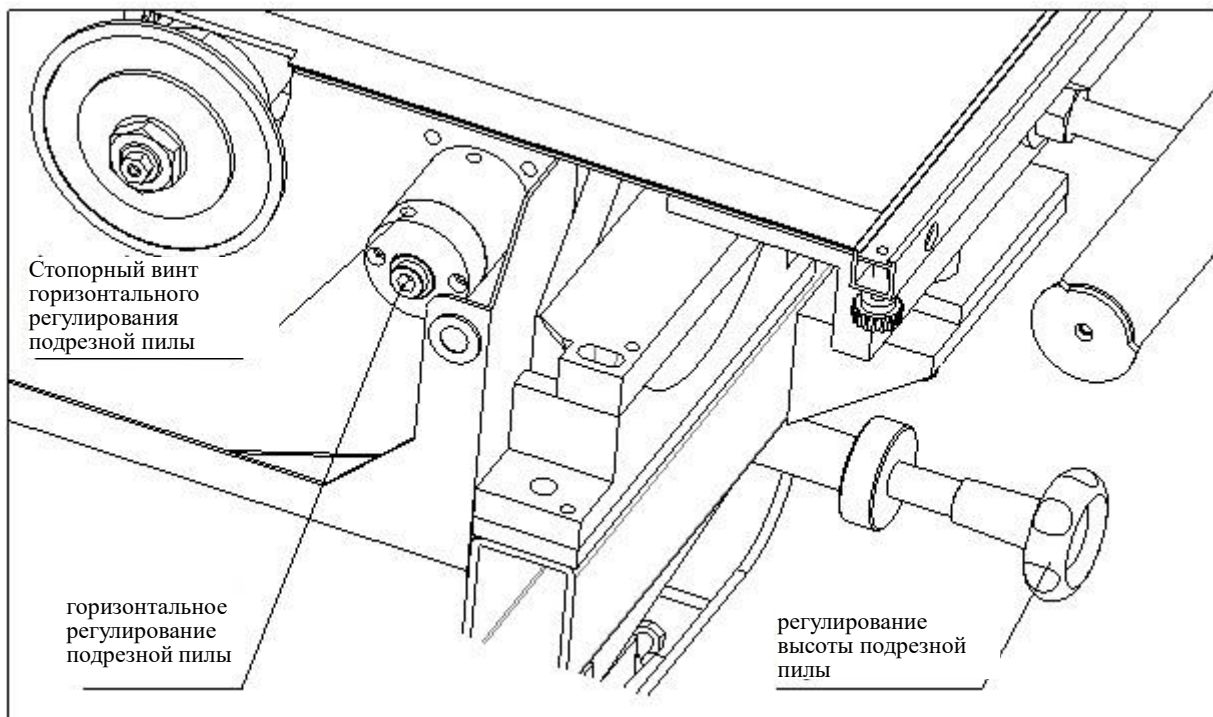

Рисунок 3.3
3.3 Регулирование подрезной пилы (рисунок 3.3)